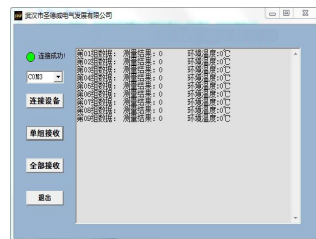

图4
5、S-3131N通信程序显示“连接成功!”此时可点击单组接收或全部接收按钮(见图4)。